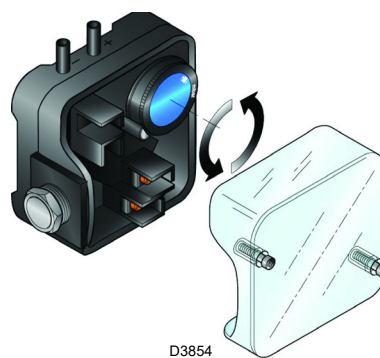

Fig. 30
- Régler le pressostat d'air (Fig. 30 à la page 28) en début d'échelle.
Effectuer le réglage du pressostat air après avoir effectué tous les autres réglages du brûleur avec le pressostat air réglé en début d'échelle (Fig. 30).